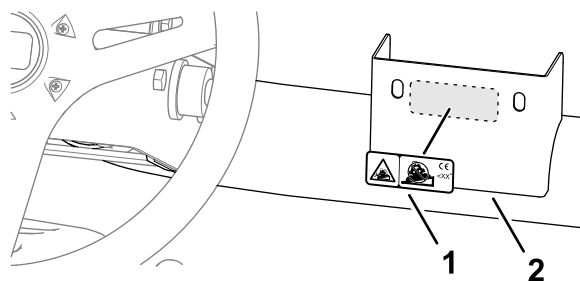

Figure 35
1. Utilisez de l'alcool pour nettoyer le support du bras de direction, et laissez sécher le support (Figure 35).
2. Retirez le film protecteur et appliquez l'autocollant de danger d'inclinaison CE sur le support (Figure 35).